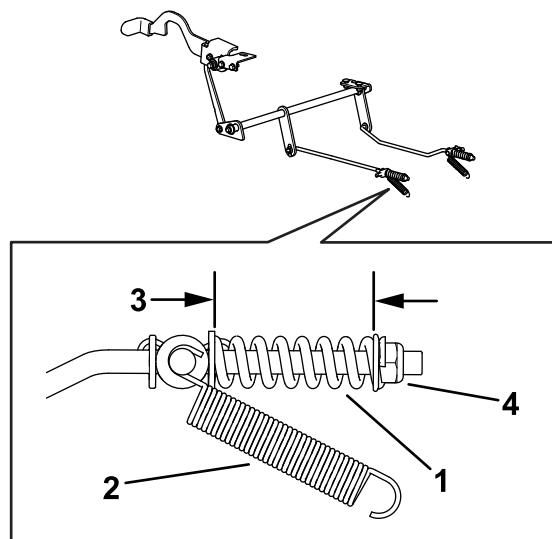

Figure 76
8. Contrôlez les deux longueurs de ressort comme montré à la Figure 76. Si un réglage est nécessaire, tournez l'écrou de maintien du ressort dans le sens horaire pour raccourcir le ressort, et dans le sens antihoraire pour l'allonger. Répétez l'opération 6.